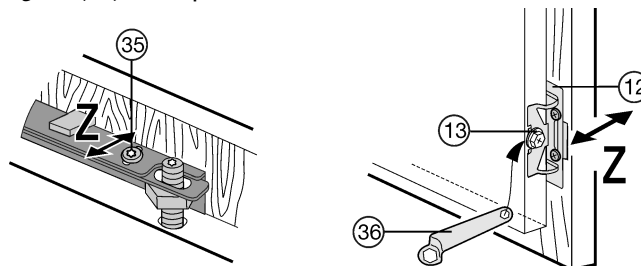

Fig. 34
- Alinear la puerta del mueble a la profundidad Z: suelte los tornillos Fig. 34 (35) en la parte superior, los tornillos de cabeza hexagonal Fig. 34 (13) en la parte inferior y, después, desplace la puerta.